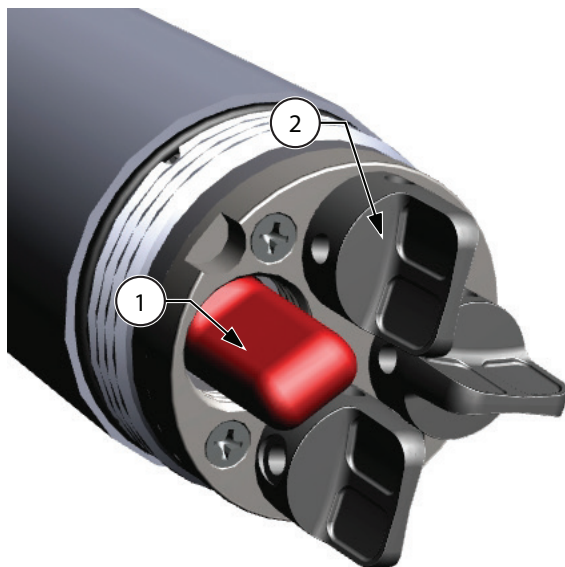

Figura 5 Tappi per porta
1. Rimuovere e scartare i parapolvere forniti con lo strumento (Figura 5 a pagina 10).